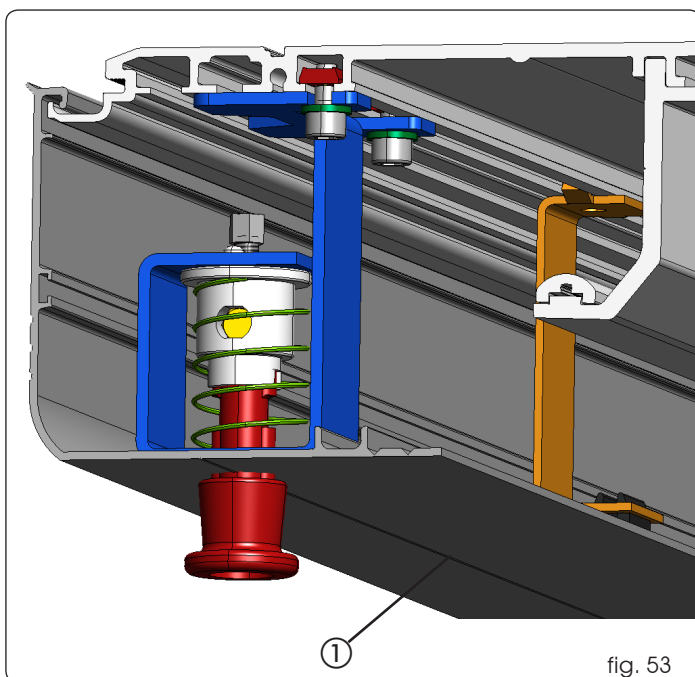

fig. 53
Neem, om het gat beter te kunnen boren, de lijn in fig. 53 ref. ① als referentiepunt.